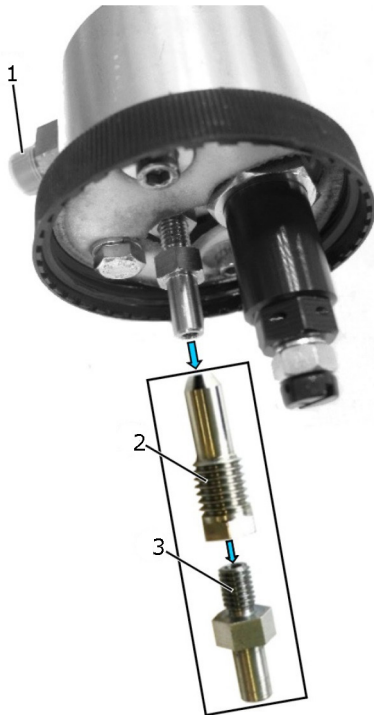

Abb. 17: Druksensormodule geopend
! Afzettingen door resten brandstof kunnen de kleine boring van de smoorhuls (afb. 17, pos. 2) verkleven en zo verkeerde meetresultaten tot gevolg hebben.
2. Afvoeraansluiting (afb. 17, pos. 3) verwijderen.
3. Smoorhuls (afb. 17, pos. 2) verwijderen.
5. Smoorboring via de aansluitingen (afb. 17, pos. 1) met perslucht reinigen.
6. Smoorhuls (afb. 17, pos. 2) met een aandraaimoment van 20 Nm inschroeven.
7. Afvoeraansluitingen (afb. 17, pos. 3) in smoorhuls schroeven.